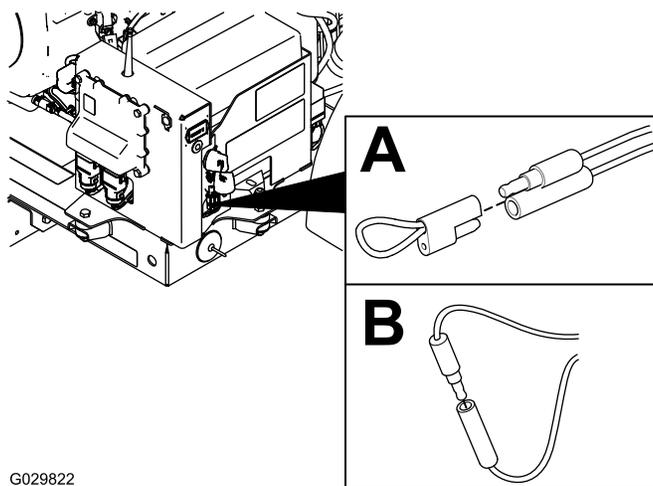

Figura 36
2. Tirate via il cappuccio fisso dei 2 connettori di derivazione di diagnostica (Figura 36 A).
3. Collegate i connettori di derivazione di diagnostica tra loro (Figura 36 B).